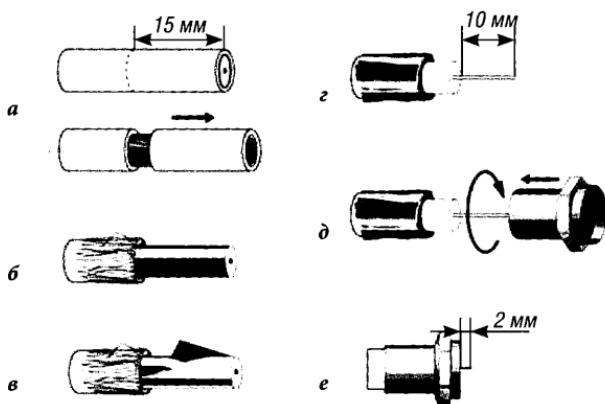

Рис. 91. Порядок монтажа стандартных телевизионных F-разъемов:
6. Обрезать центральный проводник, чтобы он не выступал за разъем больше чем на 2 мм (рис. 91).